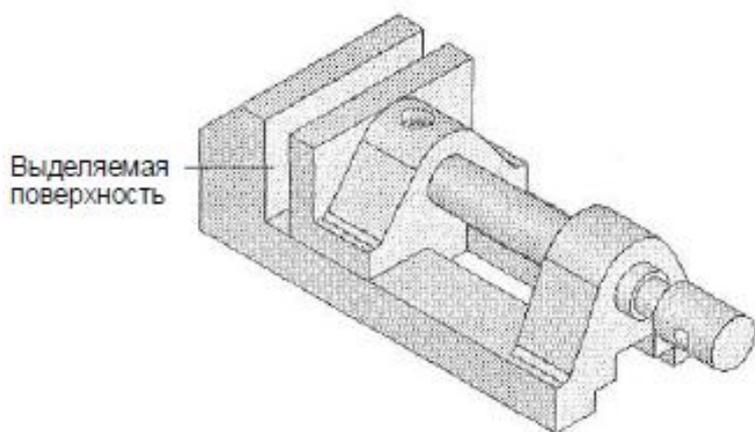

Рис.5.21 Поверхность, выделяемая сопряжения
6. После анализа сборки примените все ограничения для снятия всех степеней свободы в соответствии с рис. 5.21 и 5.22.
12. Выделите две поверхности: одну на основании, а другую на прижимном винте (рис. 5.21 и 5.22).